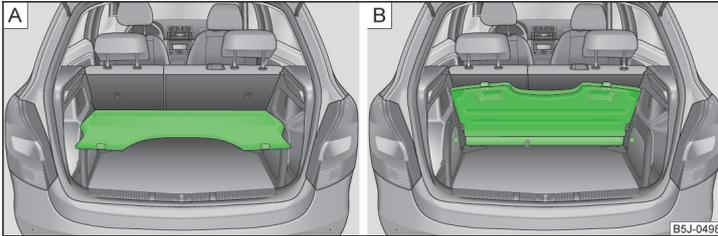

Abb. 65 Gepäckraumabdeckung: in der unteren Position / hinter den Rücksitzen verstaut
- › In der unteren Position auf den Stützelementen » Abb. 65 - **A** » **!**
- › Hinter den Rücksitzen » Abb. 65 - **B**.
In dieser Position » Abb. 65 - **A** ist die Gepäckraumabdeckung zur Ablage von kleinen Gegenständen bis zu einem Gewicht von 2,5 kg vorgesehen.